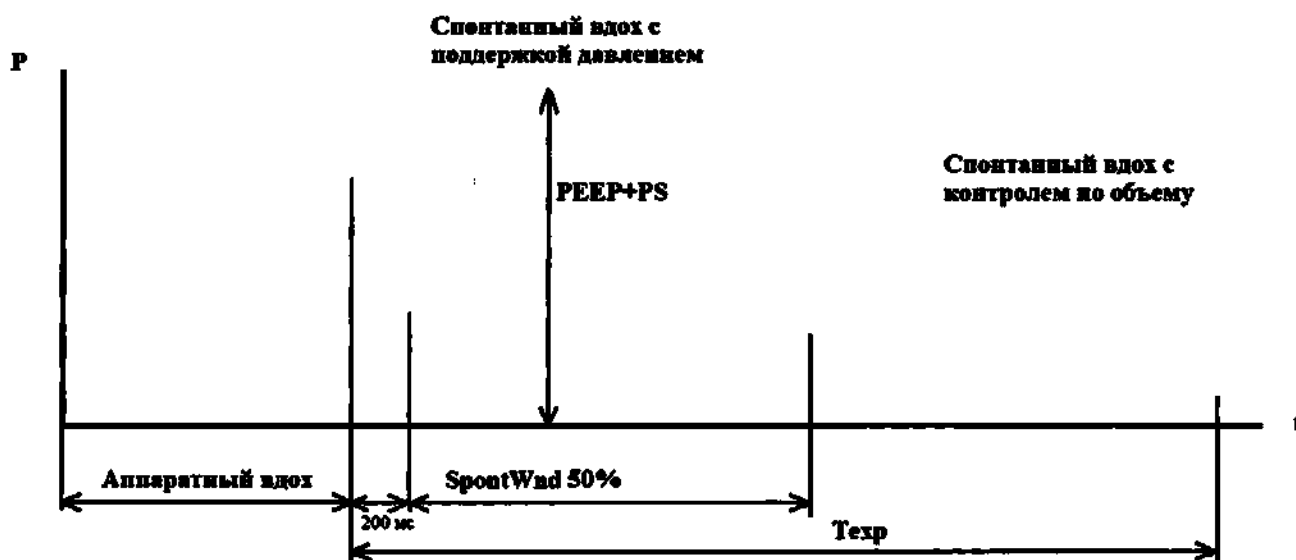

Рисунок 3 Пр. 1.3 – Схема работы режима SIMV/VC при установке SpontWnd 50 %
– При промежуточных значениях, например, SpontWnd 50% попытка вдоха пациента поддерживается давлением PS в промежутке спонтанного окна. По окончании спонтанного окна и до завершения времени выдоха Texр попытка пациента совершить вдох будет поддержана заданным объемом вдоха (рисунок 3 Пр. 1.3).